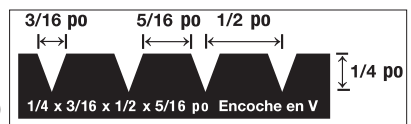

Figure 2
- Truelle de 5 x 6 x 8 mm (3/16 x 1/4 x 5/16 po) (Figure 2)
- Étaler des quantités suffisantes de l'adhésif recommandé à l'aide de la truelle recommandée (Figure 2) sur une zone qui peut être recouverte dans les 30 à 90 minutes (voir les données sur l'adhésif).